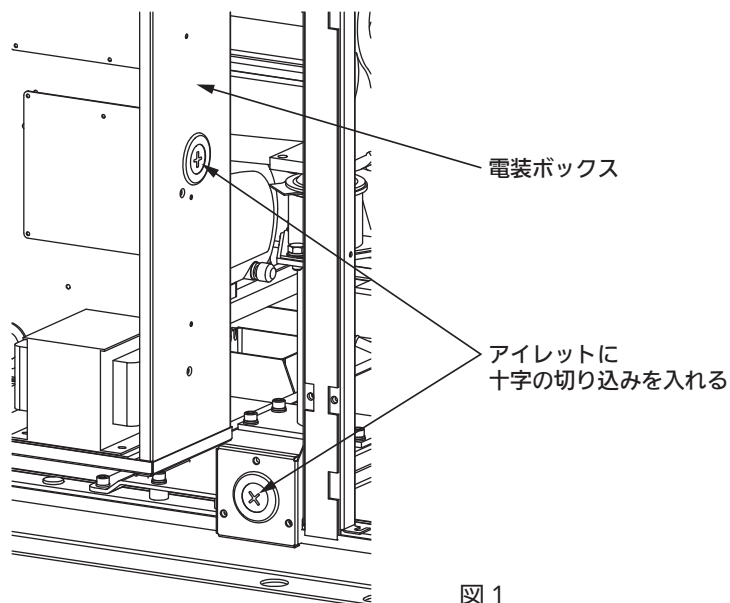

図 1
- ① 配線を通すアイレット (図1) にカッター等で切り込みを入れます。